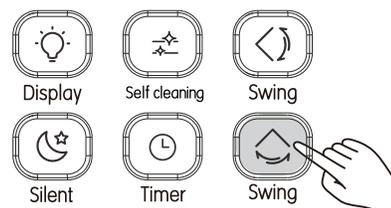

Figura 3.12
- 1 Cuando la unidad esté encendida. Presione (consulte la Figura 3.12). Inicie la función de oscilación horizontal, se encenderá y se enviará la señal a la unidad interior;